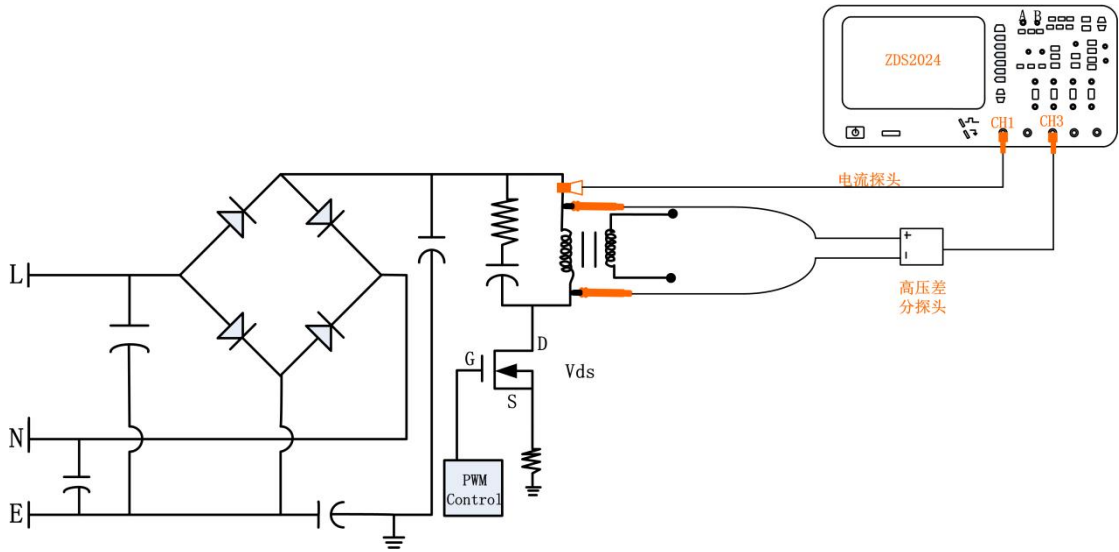

图 7.39 磁性分析接线示意图
(1)、通道 1 使用电流探头接磁性元件的正端，通道 2 使用高压差分探头接磁性元件的两端，具体如下图 7.39 所示。